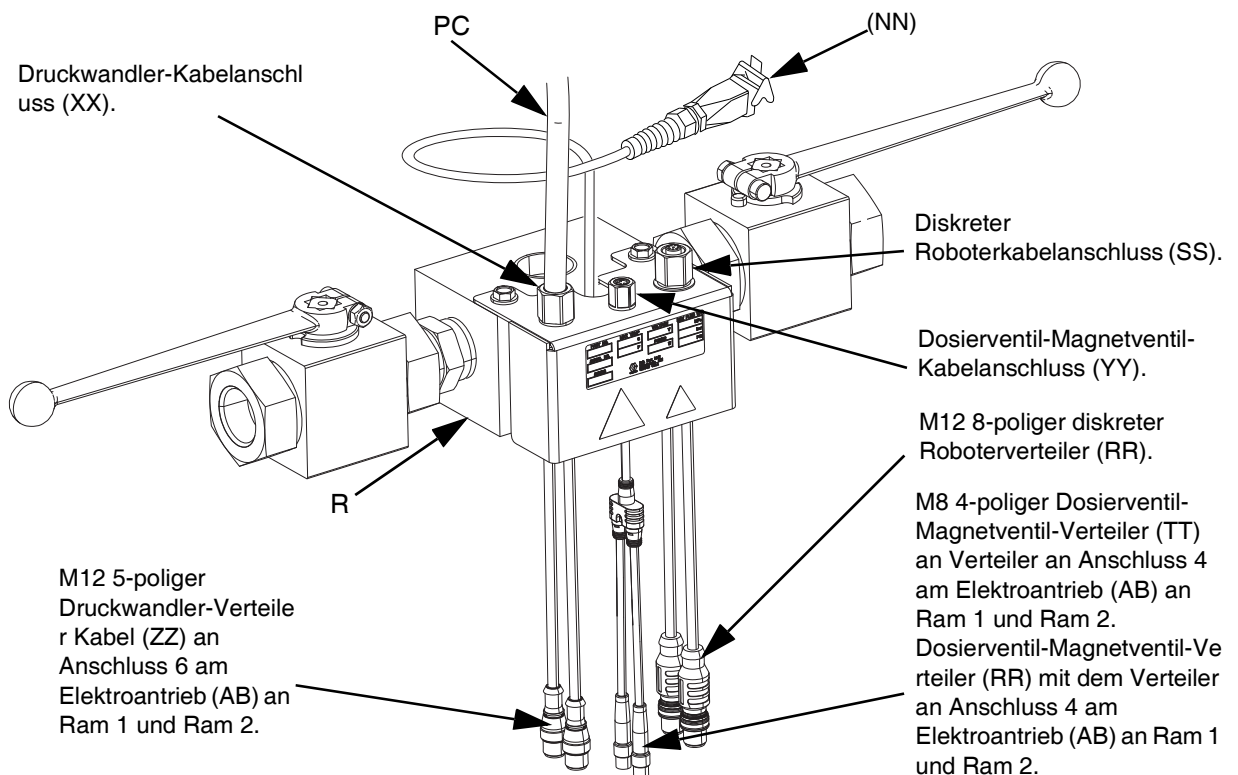

ABB. 22
1. Bei Verwendung eines einzelnen iQ Ram-Zufuhrsystems das Druckwandlerkabel (PC) vom Dosierventil (B) an Anschluss 6 am elektrischen Antrieb (AB) anschließen. Siehe **Kommunikationsanschlüsse des elektrischen Antriebs** für Einzel-Rams auf Seite 16.
- a. Das Druckwandlerkabel (PC) vom Dosierventil (B) an den Druckwandlerverteiler des Tandemblocks anschließen. Siehe **ABB. 22**.
- b. Ein Steckerende des 5-poligen M12-Druckwandler-Verteilerkabels (ZZ) am Tandemblock (R) an Anschluss 6 des elektrischen Antriebs (AB) an Ram 1 anschließen. Das zweite Steckerende wird an Anschluss 6 an Ram 2 angeschlossen. Siehe **Kommunikationsanschlüsse des elektrischen Antriebs für Tandem-Rams** auf Seite 17.